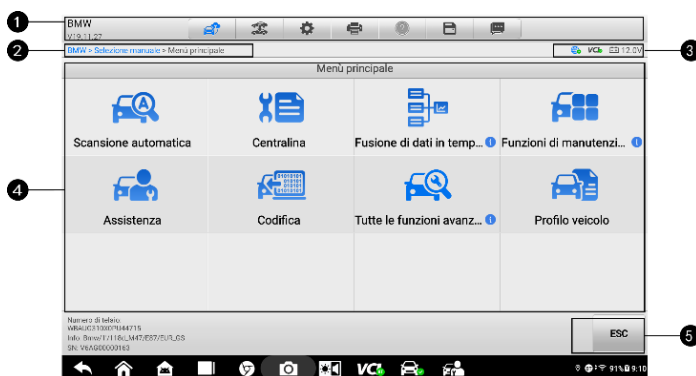

Figura4-5 Schermata del menu principale
1. Tocca il pulsante **dell'applicazione Diagnostica** nel menu Lavoro MaxiSys. Scegli le informazioni del veicolo corrispondenti e accedi alla schermata del menu principale. (Vedi Figura4-5 Schermata del menu principale.)